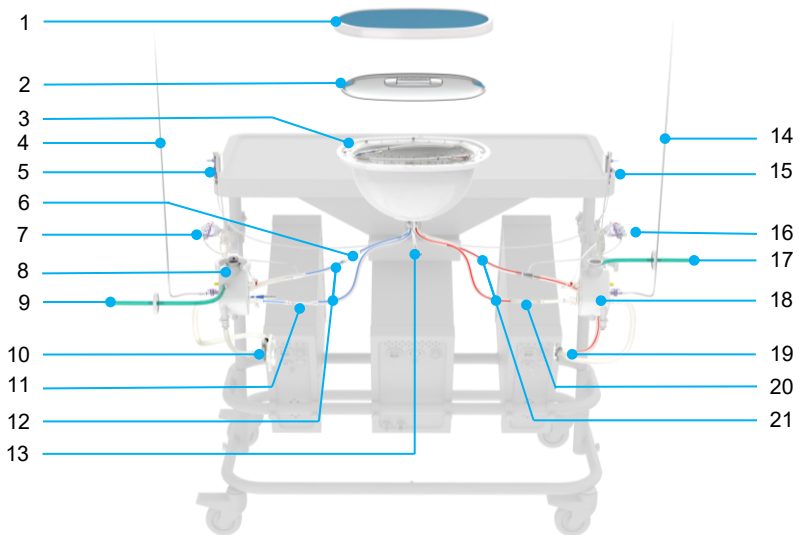

Abbildung 9 Liver Assist-Perfusionsset
Oben auf dem Wagen ist eine Tischplatte angebracht, die als Arbeitsfläche dient. Auf der Tischplatte befindet sich der Halter für den Behälter für die Leber; eine Vertiefung, in die der Behälter des Einweg-Perfusionssets für die Leber (siehe Abschnitt Abbildung 9, Ziffer 3) gesetzt wird. Die wärmeisolierenden Eigenschaften der Tischplatte halten die Perfusionstemperatur im Behälter für die Leber aufrecht. Unter der Tischplatte befindet sich eine Thermoabdeckung, die das Schlauchsystem vor der warmen Luft schützt, die von der Thermoinheit abgegeben wird. Auf beiden Seiten des Tisches ist ein Drucksensorhalter angebracht, in dem die Einweg-Drucksensoren auf gleicher Höhe wie Leber platziert sind. Diese Drucksensorhalter weisen eine Halterung auf, um eine unbeabsichtigte Veränderung der Position des Drucksensorventils zu vermeiden. Auf jeder Seite des Rollwagens befindet sich eine Oxygenatorhalterung zur Platzierung der beiden Oxygenatoren des Perfusionssets. Zusätzlich sind die Halterungen mit einer Klemme für den Probenverteiler ausgestattet.
Die Perfusionssets sind Einweg-Vorrichtungen, die bei jeder Perfusion sowohl die Leber als auch die Perfusionslösung aufnehmen, siehe Abbildung 9. Die Komponenten sind steril und in einer Polyethylenschale verpackt, die mit einer Tyvek-Folie versiegelt ist.
- Verbinden Sie die Durchflusssensoren (Abbildung 17) mit dem Silikonschlauch (Abbildung 9, Ziffer 11 und 20) in der Nähe der arteriellen Seite der Oxygenatoren sowohl des PV- als auch des HA-Kreislaufs.